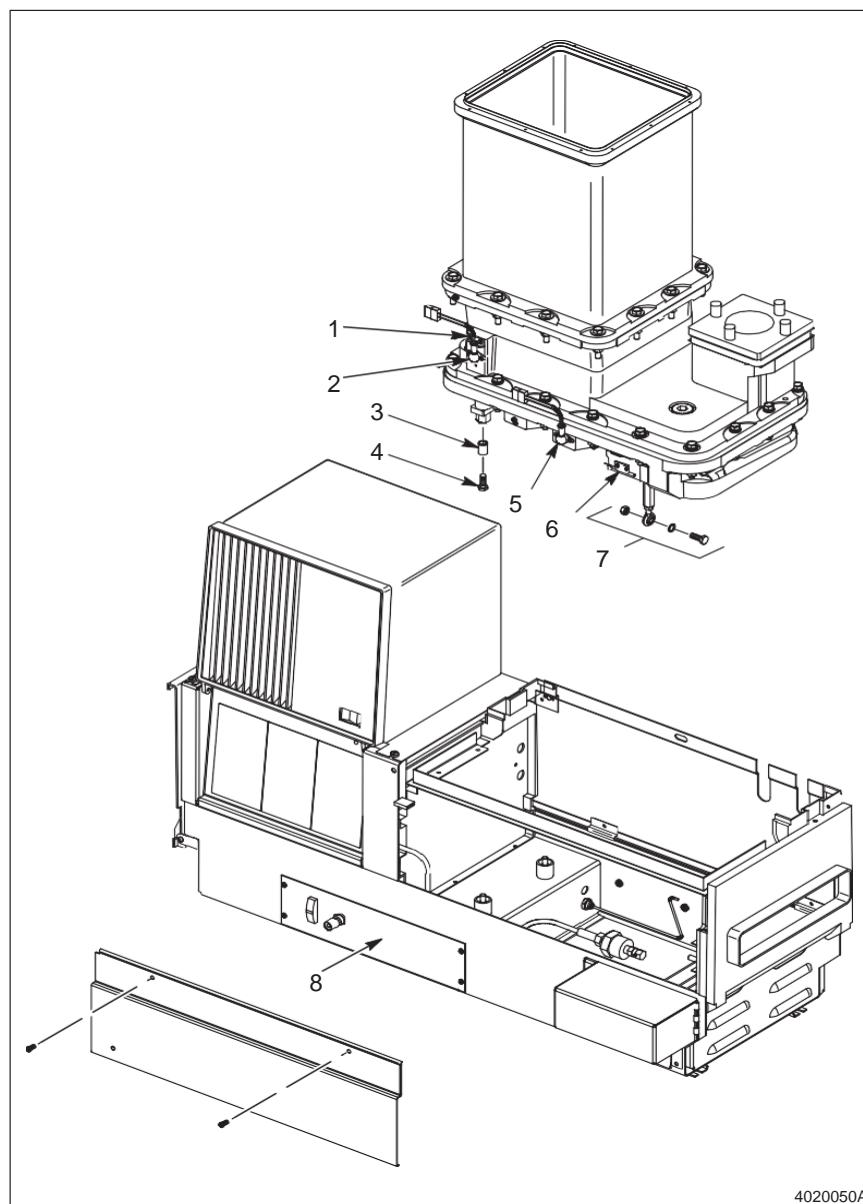

Fig. C 1-6 Removendo o Conjunto do Tanque
1. Ver a Figura C 1-6.
5. Conectar os fios do aquecedor nas conexões do aquecedor no reservatório (4).
6. Ver a Figura C 1-6.